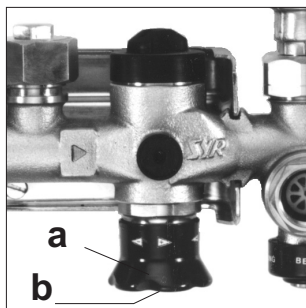

Abb. 9
Der Rückflußverhinderer (RV) befindet sich im Gehäuse oberhalb des Griffs **(a)** (Abb. 9). Um den RV zu prüfen, drehen Sie den Griff **(a)** im Uhrzeigersinn bis zum Anschlag und anschließend 2 Umdrehungen wieder zurück. Entfernen Sie den Stopfen **(b)** aus dem Griff. Wenn aus der Öffnung kontinuierlich Wasser herauströpft, muß der RV gereinigt oder ausgetauscht werden.